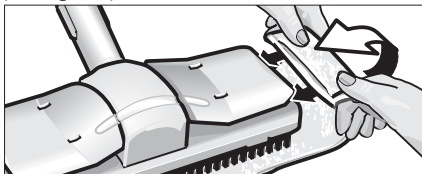

Fig. 11: Montar o esfregão
- Segure o esfregão (H3) no bocal para pavimentos (H1). Dobre o esfregão de comprido e coloque o bocal para pavimentos sobre ele. Puxe consecutivamente as pontas do esfregão debaixo das molas de fixação (H2) (ver fig.11).